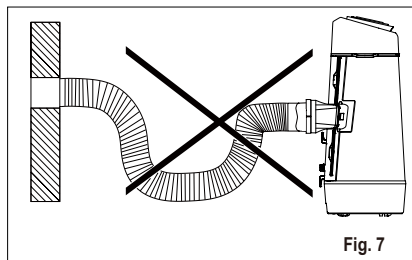

Fig. 7
- i** Il tubo flessibile si può allungare da 38 cm fino a 150 cm, ma è consigliabile mantenere la lunghezza al minimo richiesto. Assicurarsi anche che il tubo flessibile non presenti delle pieghe a gomito o curvature. (Fig. 7)